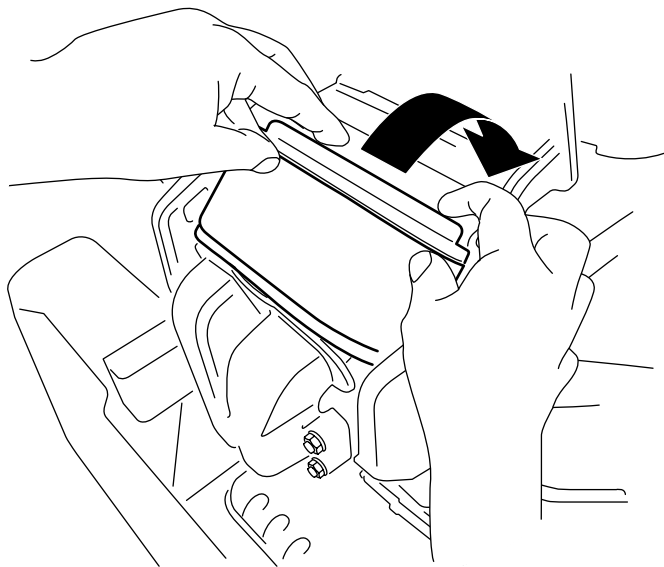

Figura 41
3. Rode o filtro para baixo para a câmara e encaixe completamente contra o coletor (Figura 41).